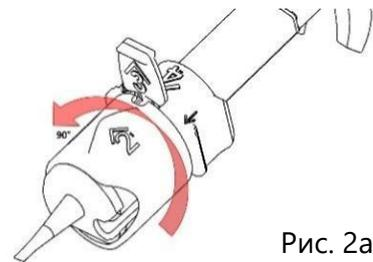

Рис. 2a
5. Поверните прозрачное вращающееся кольцо, как показано плоской стрелкой, отмеченной «2», против часовой стрелки на 90 градусов, пока оно не защелкнется на месте с отчетливым щелчком (Рис. 2a).